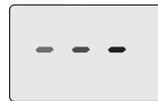

Figura 6.2
- Conecte la alimentación eléctrica de la caldera accionando el interruptor bipolar incluido en la instalación. El display LCD mostrará el símbolo (los guiones se encienden en secuencia para simular un desplazamiento) (Figura 6.2).
- Apague la caldera manteniendo pulsado durante 2 segundos el botón 3 (Figura 3.1) hasta que aparezca en el display LCD el símbolo (los guiones se encienden en secuencia para simular un desplazamiento) (Figura 6.2).